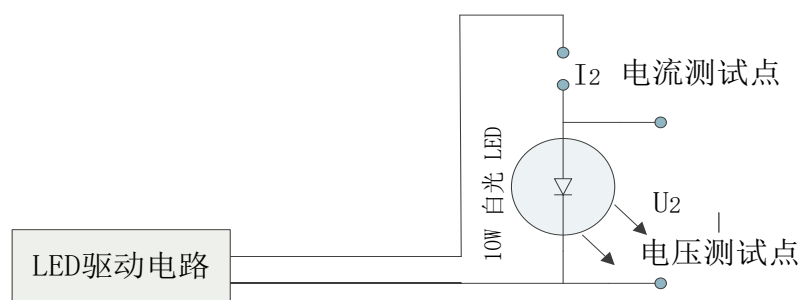

图3 10 W 白光 LED 测试点
(2) 在不进行信号传输的情况下 10W 白光 LED 的功率必须达到 10W,要求电流为 $I_2=1\pm 0.05$ A,电压 $U_2=10$ V(误差可以稍大)。需要加测试点(测试点加上鱼嘴夹方便测试),测试点电流 I_2 、电压 U_2 如图 3 所示。